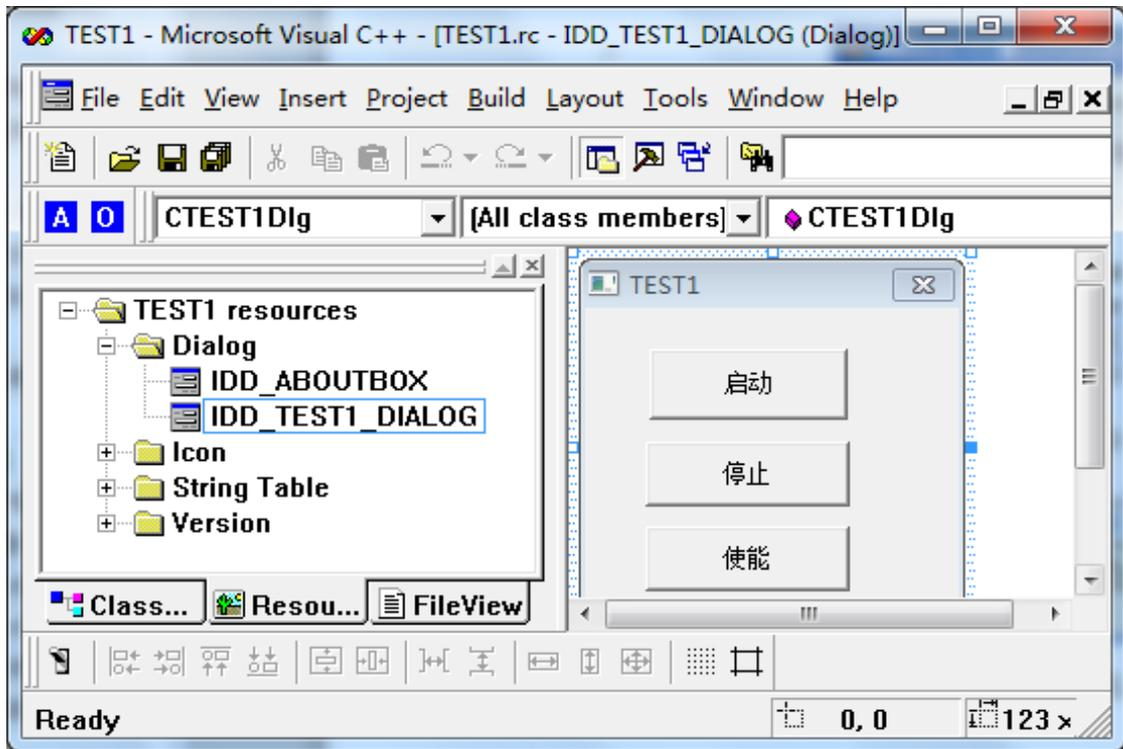

图 5.7 修改对话框
7) 给对话框进行简单的修改，增加按钮“启动”、“停止”和“使能”；并分别命名为“IDC\_BUTTON\_Start”、“IDC\_BUTTON\_Stop”和“IDC\_BUTTON\_enable”，如图 5.7 所示。